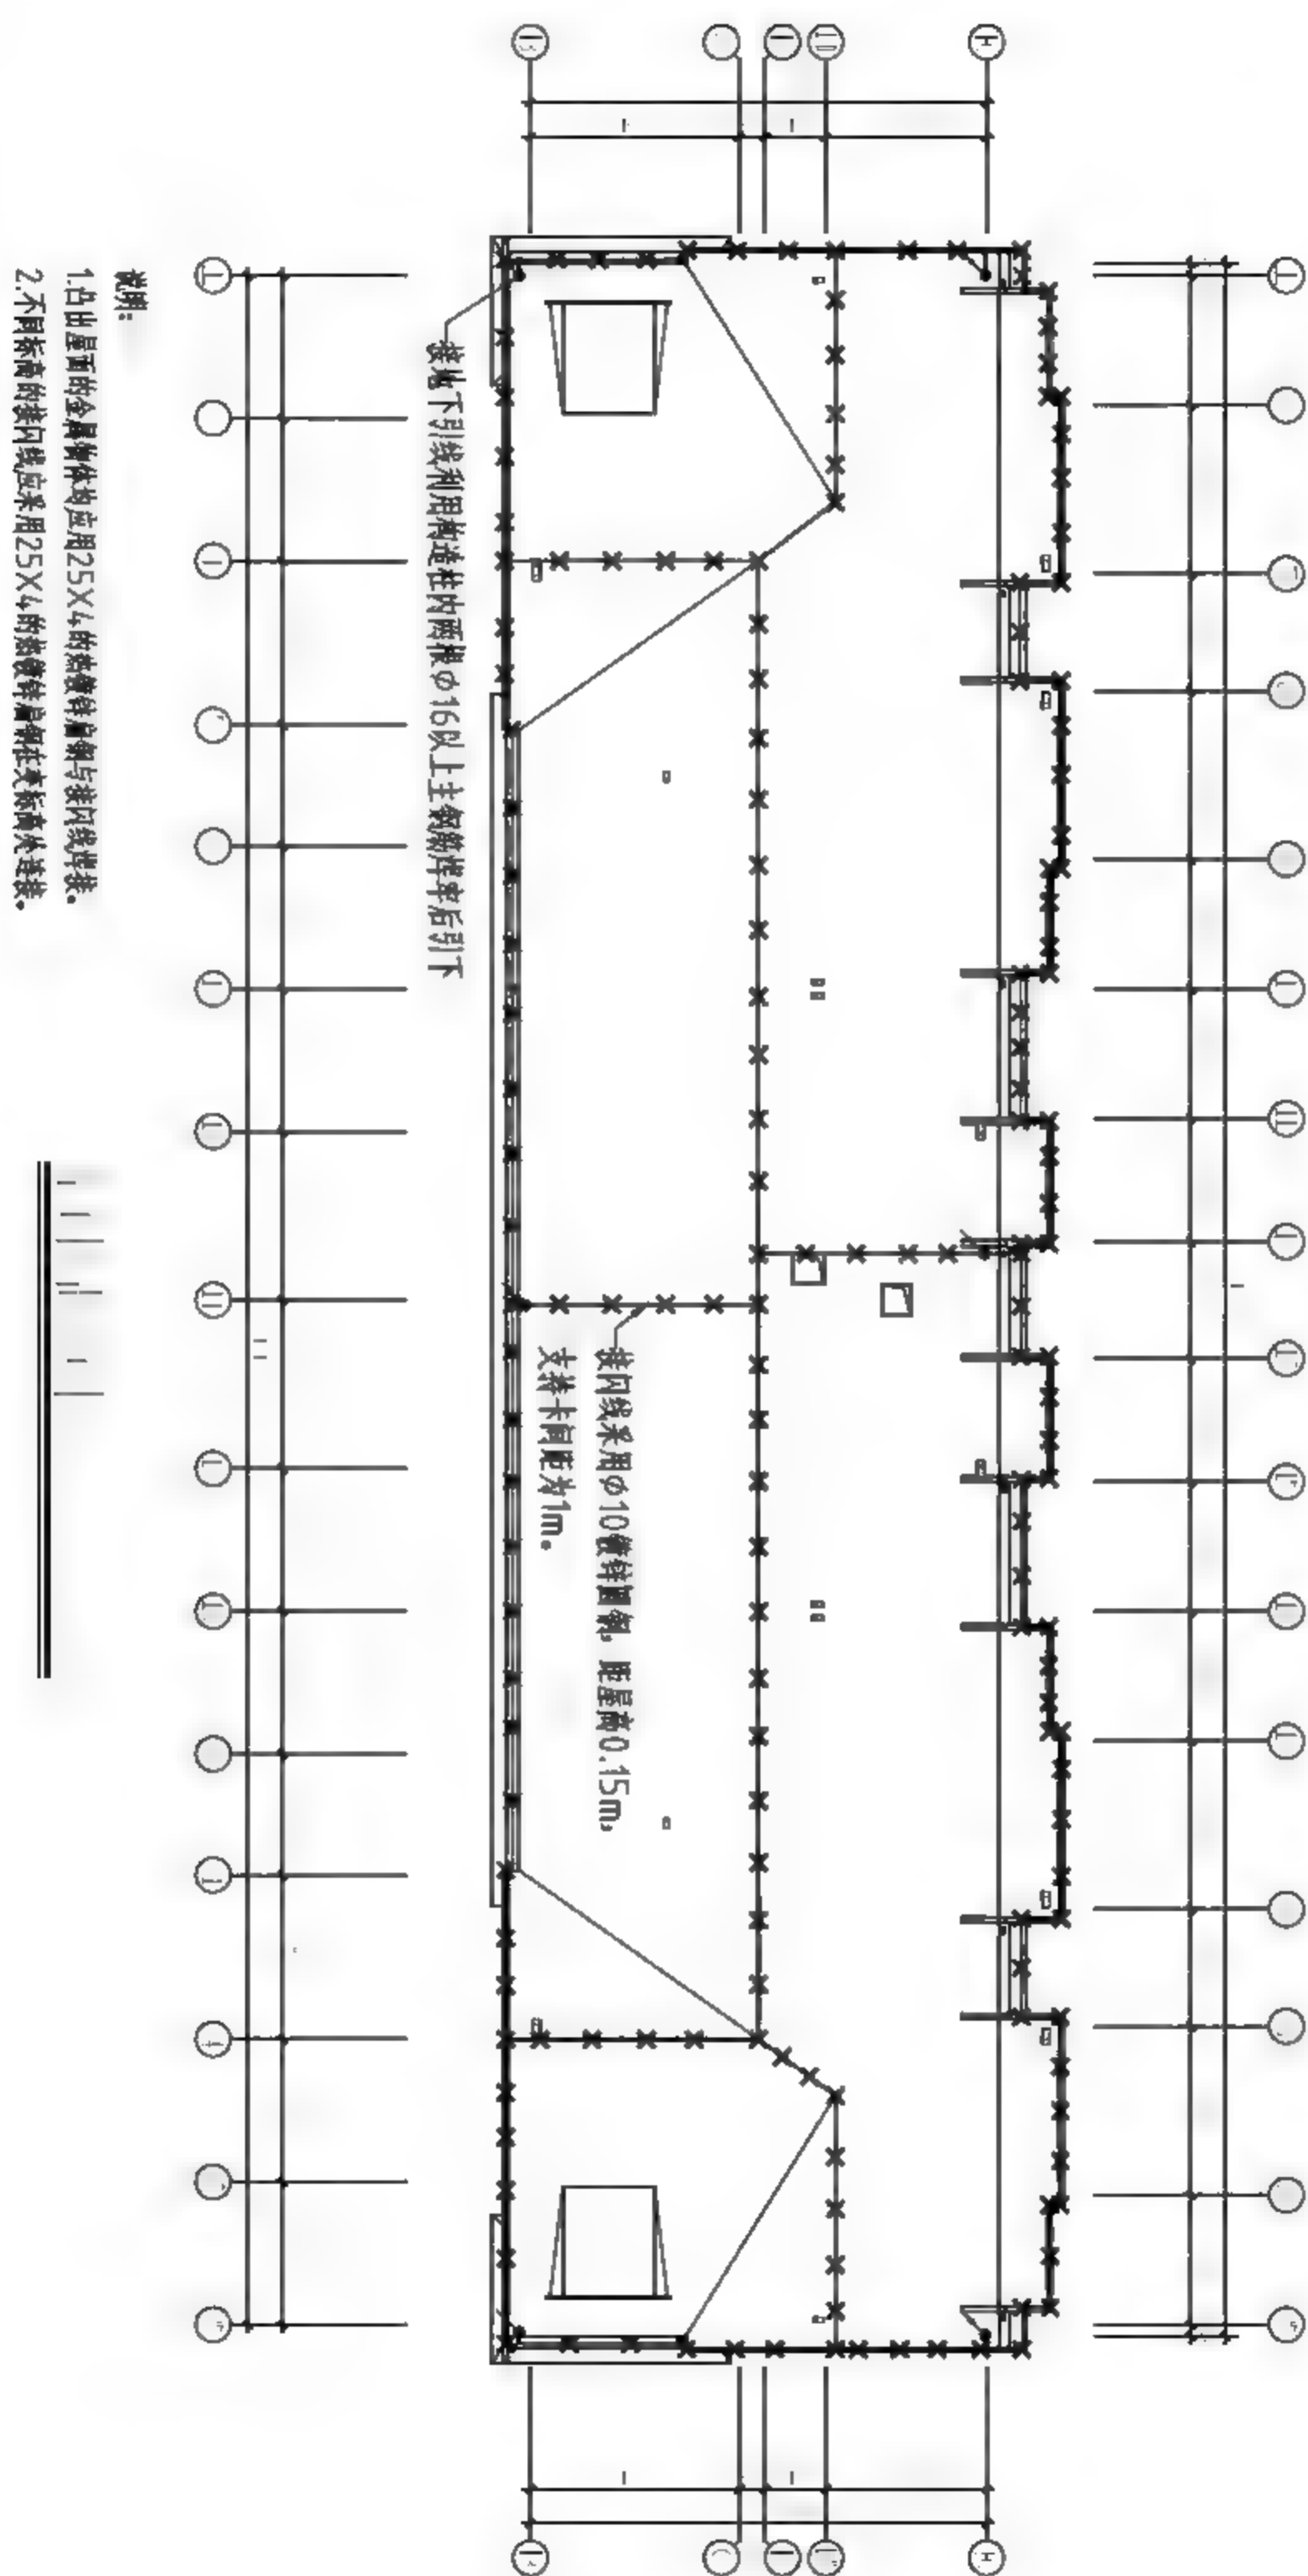

图12-31 标注结果
**03** 调用PL【多段线】命令，修改【宽度】为80，绘制粗实线；调用L【直线】命令，绘制细实线。**04** 调用MT【多行文字】命令，分别绘制图名标注与比例标注，结果如图12-31所示。